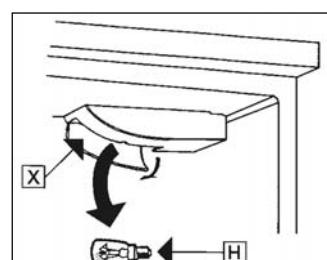

Рис. 4
Внутреннее освещение: (H) рис. 4.